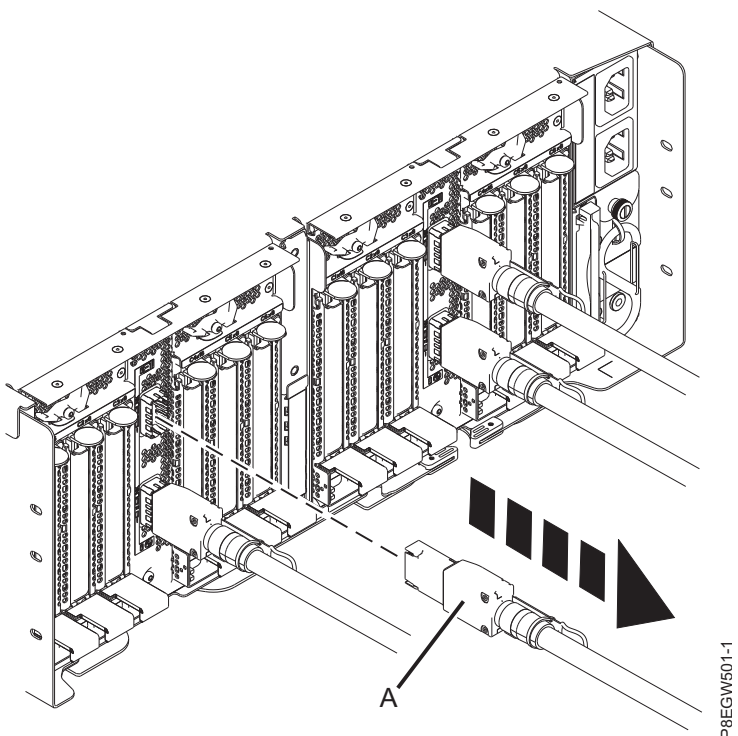

Figura 4. Extracción del cable del cajón de expansión del cajón de expansión PCIe3 EMX0
3. Sosteniendo el tirador, tire del otro extremo del cable del cajón de expansión (A) del puerto del módulo de E/S en el cajón de expansión PCIe3 EMX0, tal como se muestra en la Figura 4.